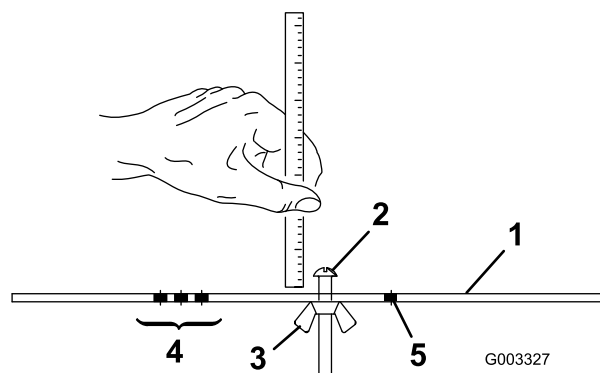

Figura 18
2. Allentate il dado sulla barra di misura (Figura 18) e posizionate la vite di regolazione all'altezza di taglio opportuna. La distanza tra la base della testa della vite e la superficie della barra è l'altezza di taglio.